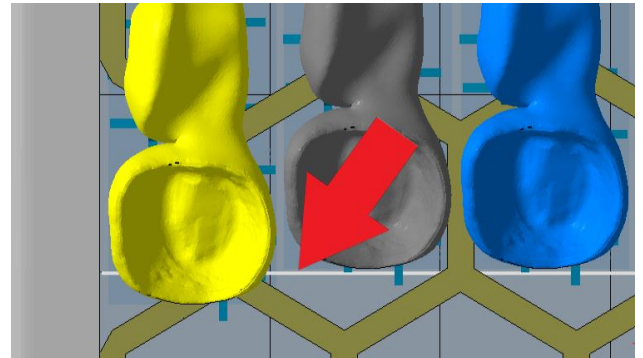

Abbildung 17: Teil (gelb; links) überschreitet Grenze zwischen Feldern
**Gelb** markierte Teile schneiden die **Grenze**, welche die Bauplattformen unterteilt (Abbildung 17). Die Teile können zwar immer noch gedruckt werden, jedoch wird am fertig gedruckten Teil dann eine **feine Linie** sichtbar sein. Daher sollte das **Überschreiten** dieser Grenzen - sofern möglich - **vermieden** werden.